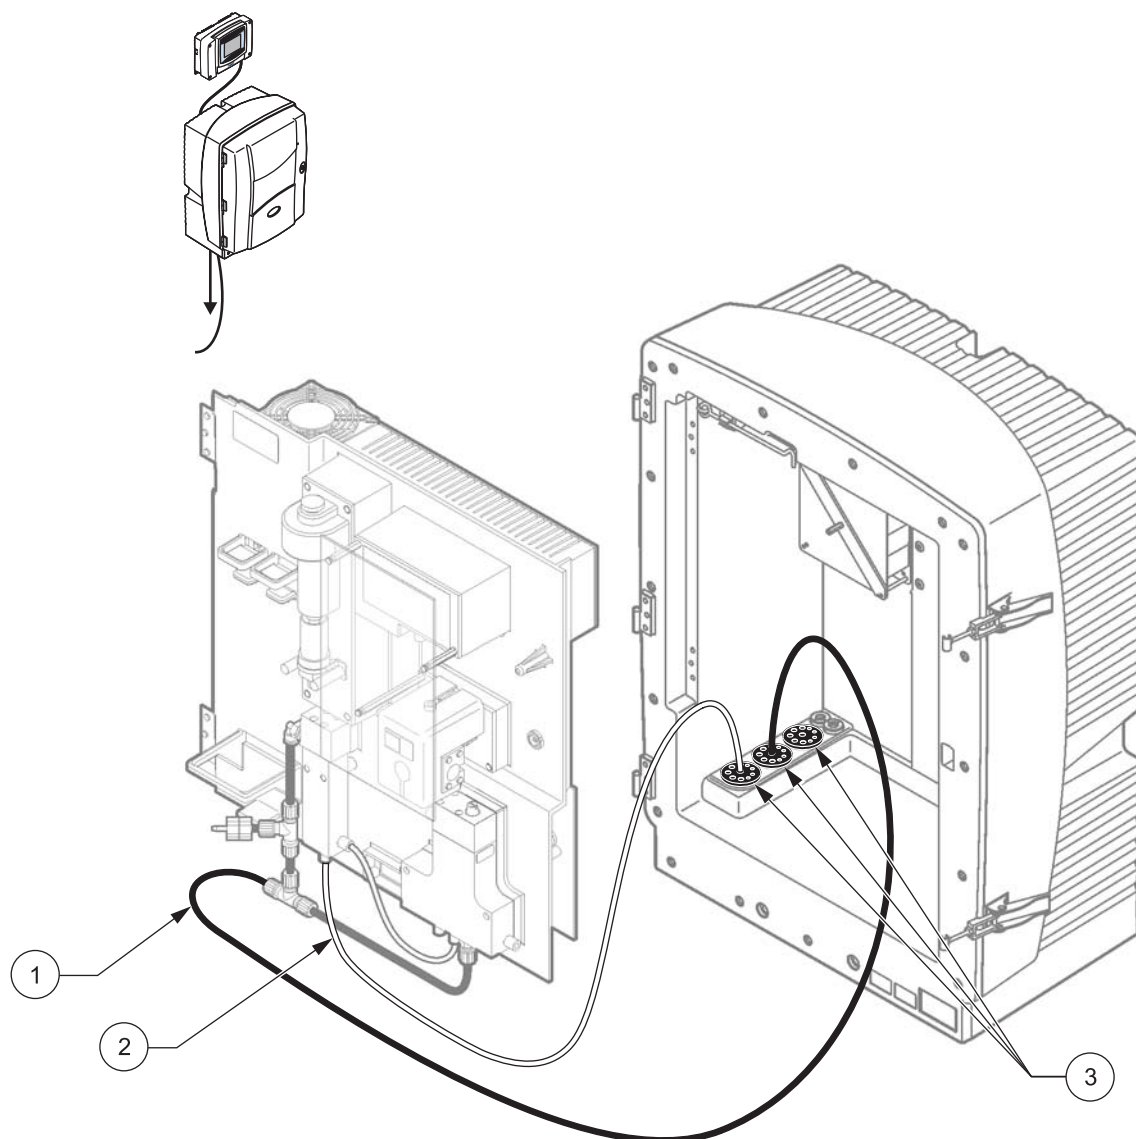

图 33 选项 10a 设置
请参考图 33 以及选项 10a 的以下说明：
2. 通过分析器从取样准备设备引出取样管（图 33，项目 2）。使用 3 号密封塞加固。